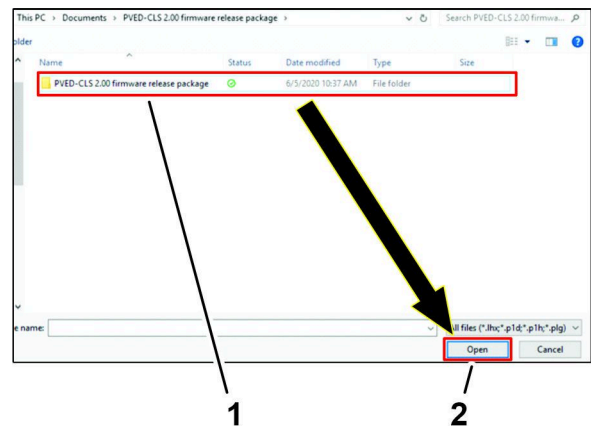

Bild 55
3. Klicken Sie auf den Ordner PVED-CLS 2.00 firmware release package, und klicken Sie auf das Symbol ÖFFNEN (Bild 55).